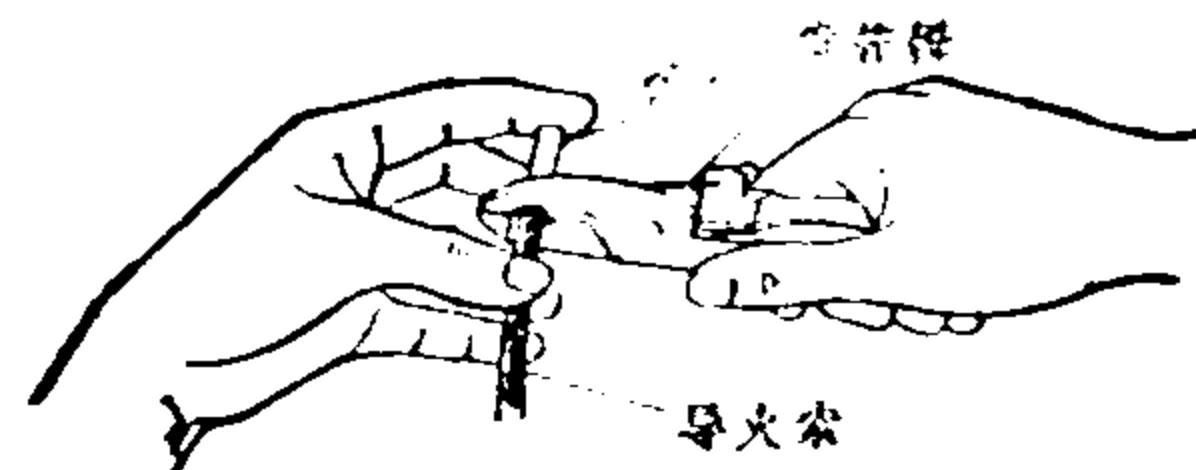

图10 夹紧雷管口
4. 夹紧雷管口（图10） 夹时，应使雷管钳的侧面与雷管口平齐，慢慢加紧。如无雷管钳可用普通钳子在距离雷管口约0.5厘米处一侧夹紧。夹紧时不要用力过大，以免损坏导火索，影响导火。无其它工具时，也可用胶布缠裹，